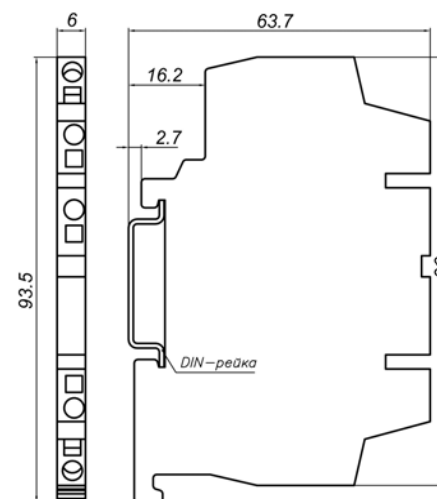

Рис. 5.4 Габаритные и установочные размеры преобразователя
5.11 Габаритные и установочные размеры преобразователя см. рис. 5.4.